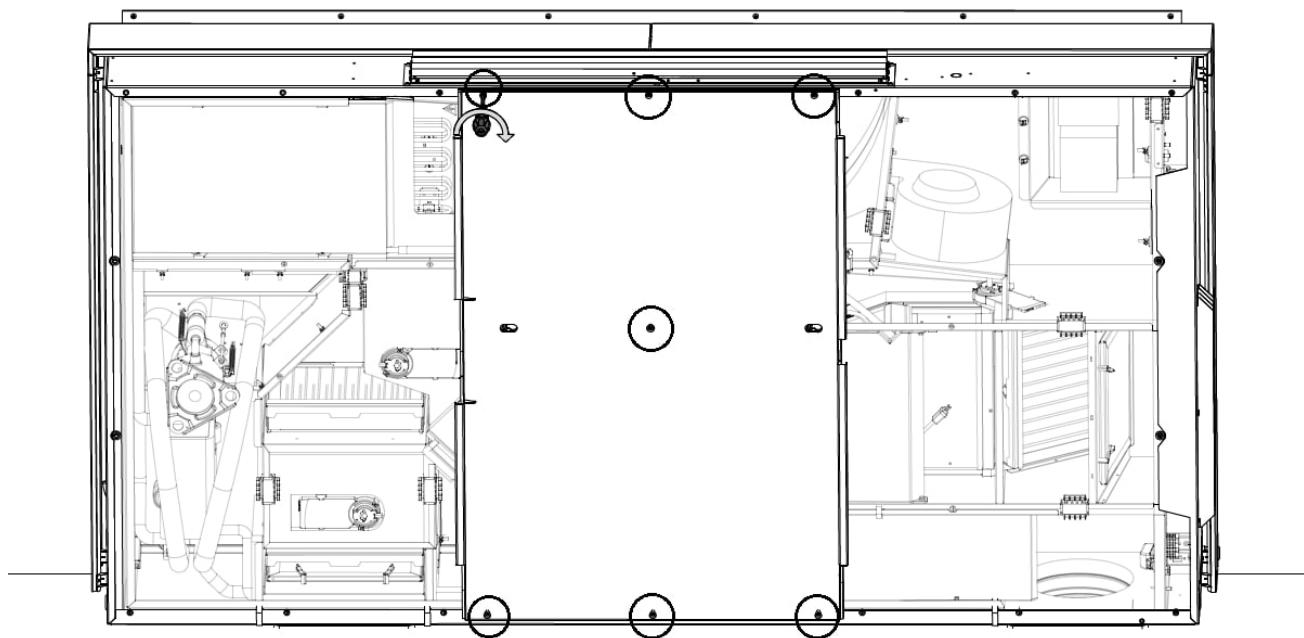

Abbildung 35: Befestigungspunkte für die mittlere Stahlplatte
- Schrauben Sie die Stahlplatte mit sieben kurzen Schrauben in den Gerätekörper, siehe Abbildung 35 unten.